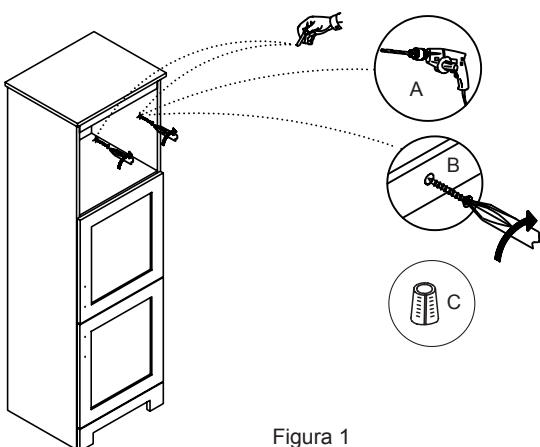

Figura 1
- 3: Fije el gabinete para lencería a la pared mediante la inserción de (x 2) tornillos de #8 x 2" (B - no incluidos) a través de un riel posterior del gabinete para lencería. Figura 1. **Nota:** Se recomienda instalar el gabinete para lencería sobre al menos un montante de pared. Para localizar los montantes de pared, puede utilizar un detector de montantes o dar golpecitos en la pared hasta encontrar un punto que suene a superficie maciza. Si no localiza ningún montante de pared, se recomienda utilizar anclas de expansión (C - no incluidas) para fijar el gabinete para lencería.